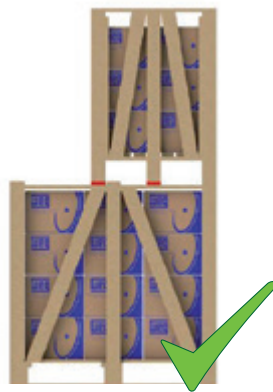
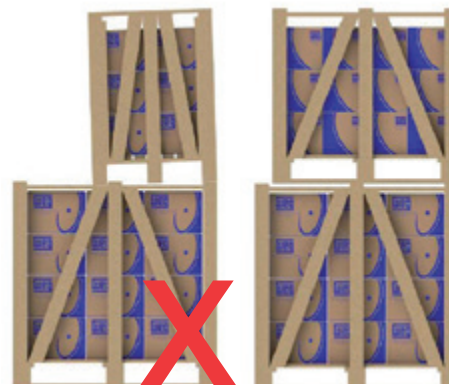

Figura 5.3 - Apilamiento adecuado
Figura 5.4 - Apilamiento inadecuado
3) Las patas de los embalajes superiores deben estar apoyadas sobre calces de madera (Figura 5.3) no sobre cintas de acero ni pueden permanecer sin apoyo (Figura 5.4);